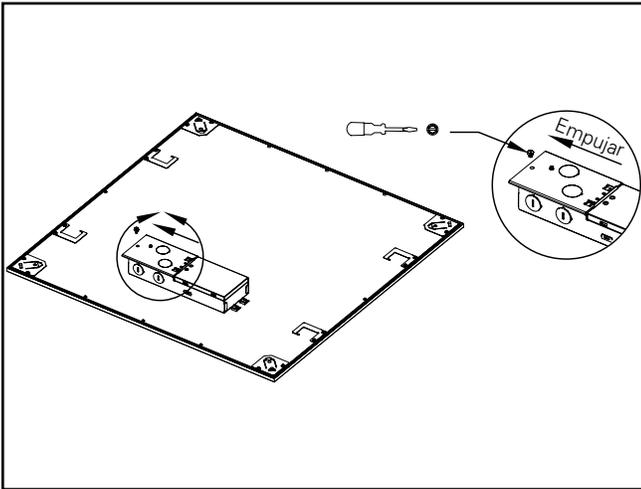

Figura 1.
3. Ubique la cubierta de la caja de conexiones de la luminaria y deslícela para retirarla. (Figura 1.)